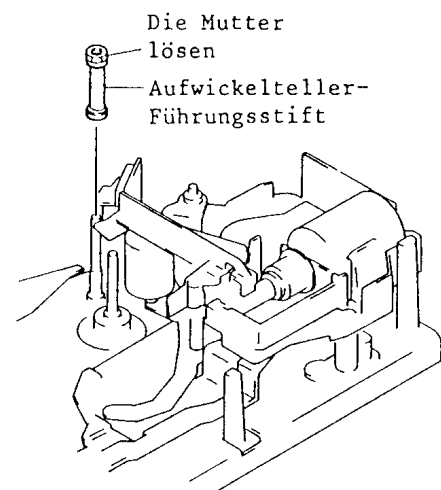

Abb. 7-13 Vorratsteller-Führungsstift
13. Aufwickelteller-Führungsstift (Abb. 7-13)